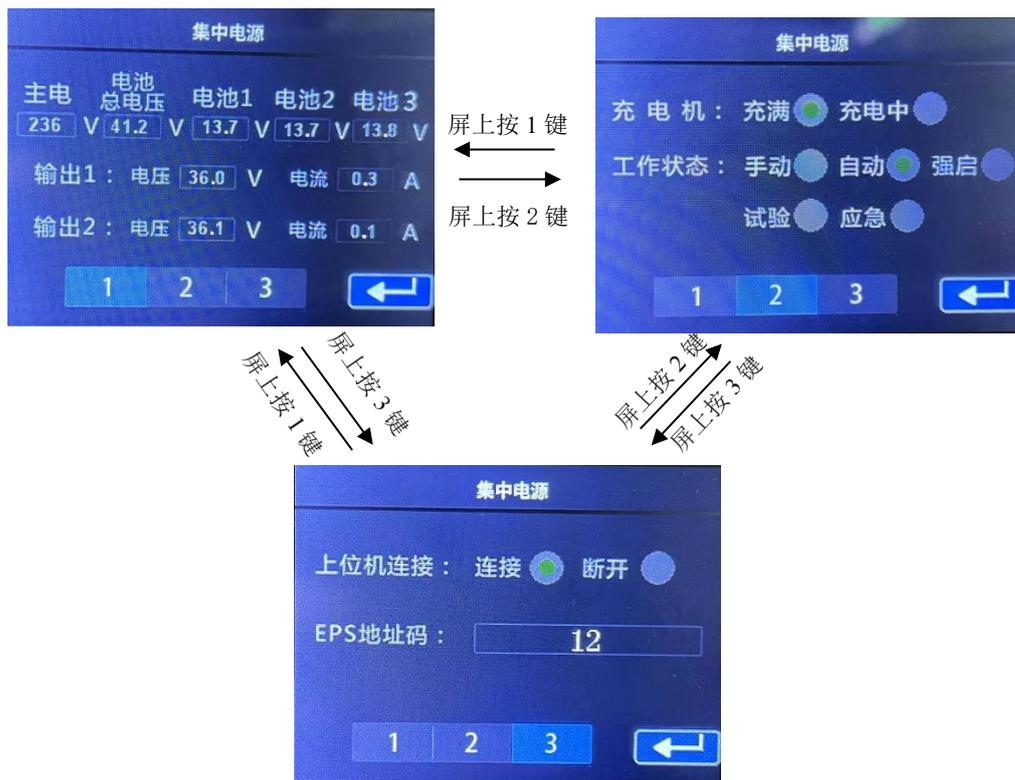

图 6
② 在主界面点击“显示”按键，会弹出如下图 6 所示界面，该界面下有 3 个页面；显示屏“1”页面下显示主电电压、输出电压、输出电流、电池电压；显示屏“2”页面下显示集中电源的工作状态；显示屏“3”页面下显示集中电源的地址和通讯状态；点击“回车”按键可回到主页面。